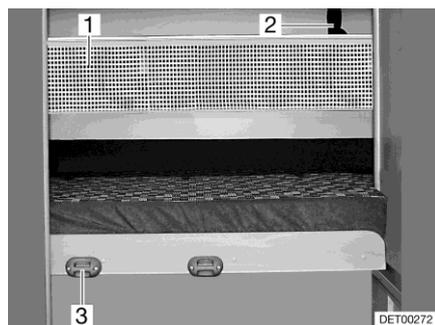

Fig. 75 Filet de sécurité
*Accrocher :* ■ Accrocher l'échelle de montée par les longerons sur le bandeau (Fig. 75,3) installé sur le cache.
**Filet de sécurité** Le filet de sécurité (Fig. 75,1) de série est rangé entre le matelas et le sommier à lattes. Ne tendre le filet de sécurité qu'une fois que la personne se trouve dans le lit.
*Tendre :* ■ Faire s'enclencher les sangles de retenue (Fig. 75,2) dans les œillets du plafond.